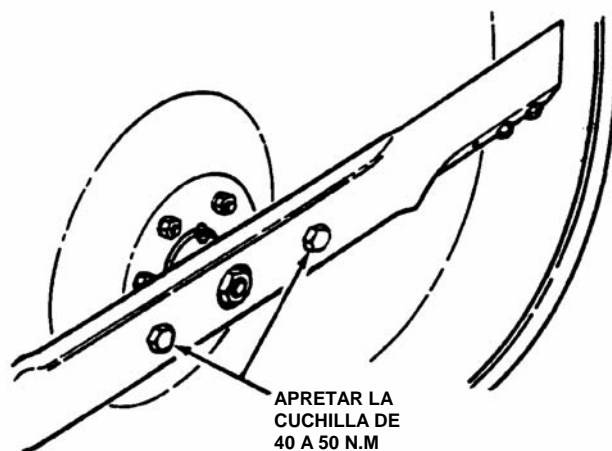

FIGURA 3.2
4. Compruebe el apriete de los pernos de montaje de la cuchilla. Según sea necesario, apriételos de 40 a 50 N.m. Vea la figura 3.2.